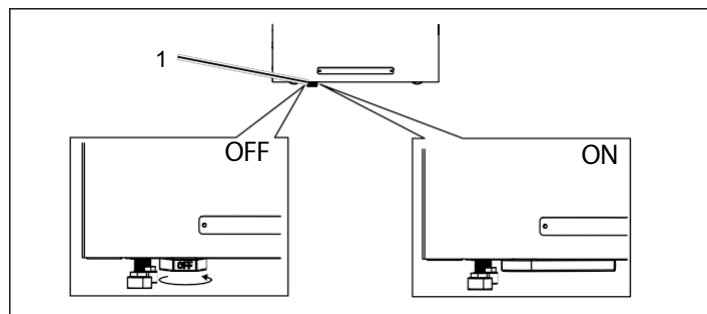

Figura 21 ON / OFF
2. Accendere il riscaldatore, utilizzare la leva, vedere figura 21